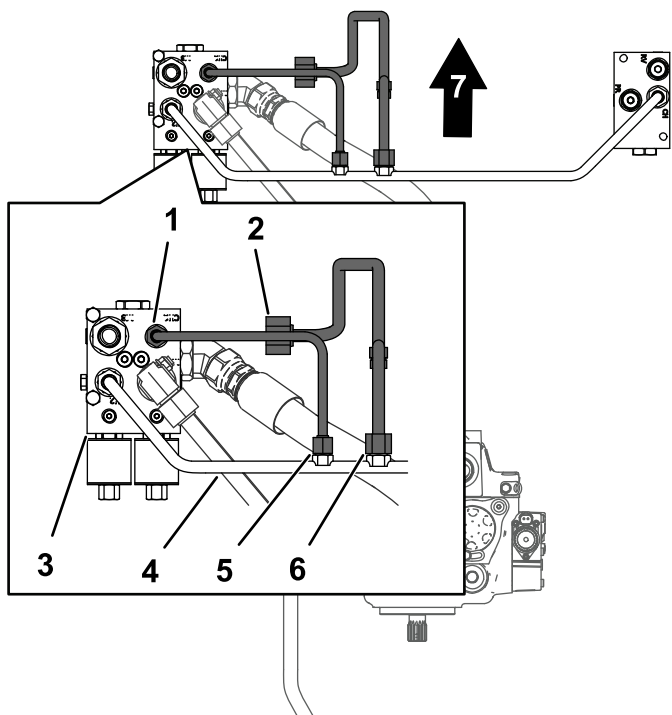

图 10
1. 准备从拆下十字管(页码 4)中保留的液压滤管。如图 10 所示将液压滤管的管螺母与交叉歧管管内的接头对齐。
3. 将分流器管的管螺母与交叉歧管管和分流器歧管内的接头对齐 图 10。